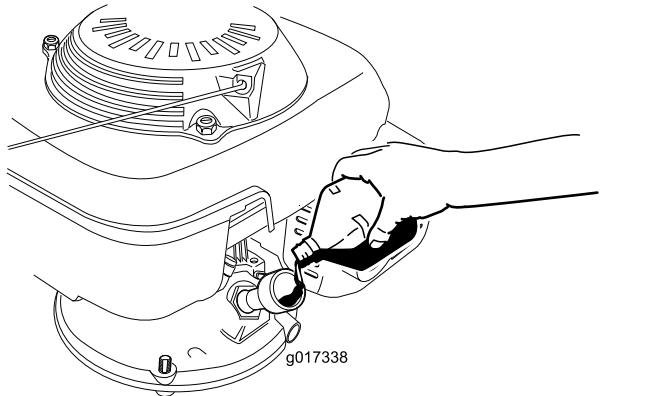

图8
3. 小心地将 3/4 的发动机容量的油倒入注油管中（图8）。